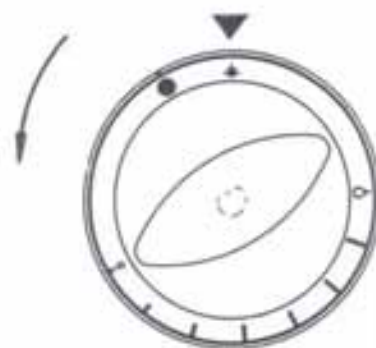

Fig. 1
- Remplacement de l'injecteur brûleur (fig.1):
Pour allumer le brûleur, raccordé au robinet, pousser sur la manette jusqu'à l'arrêt et la tourner dans le sens de la flèche jusqu'à la position * "VEILLEUSE" (fig. 1). Appuyer à fond sur la manette et en la maintenant enfoncée, allumer le brûleur veilleuse. Au moment de l'allumage, maintenir enfoncée la manette pendant au moins 15". Une fois relâchée, la veilleuse doit rester allumée. Si elle s'éteint, répéter l'opération.